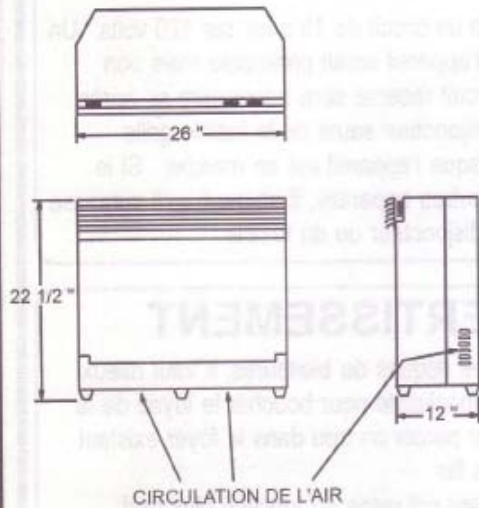

FIGURE 1
• Le foyer encastré mesure 66 cm (26 po) de largeur, 57,2 cm (22,5 po) de hauteur et 30,5 cm (12 po) de profondeur. (FIGURE 1) Pour faciliter l'installation, laissez un jeu de 0,6 cm (1/4 po) autour du foyer.
Trois pieds en caoutchouc procurent le dégagement nécessaire à la circulation de l'air sous le foyer (FIGURE 1). N'INSTALLEZ PAS LE FOYER DIRECTEMENT SUR UN TAPIS OU UNE SURFACE SIMILAIRE QUI POURRAIT RESTREINDRE LA CIRCULATION DE L'AIR. Si vous installez le foyer sur un tapis, placez sous le foyer une pièce plane fabriquée à l'aide d'un matériau solide. Assurez-vous que les trois pieds du foyer reposent solidement sur cette surface.